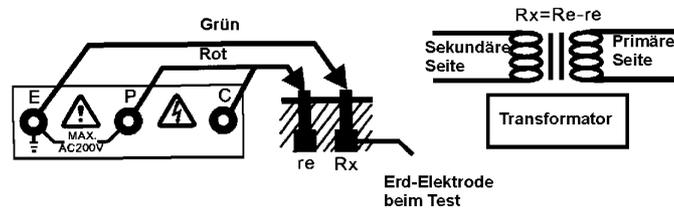

Abb. 2
- * Diese Methode wird bei Erdwiderständen über 10Ω empfohlen und wo es nicht möglich ist die Hilfsspiesse zu verwenden. Wie in Abb. 2 gezeigt wird, erhält man bei diesem Zwei-Leiter-System einen ungefähren Erdwiderstandswert.